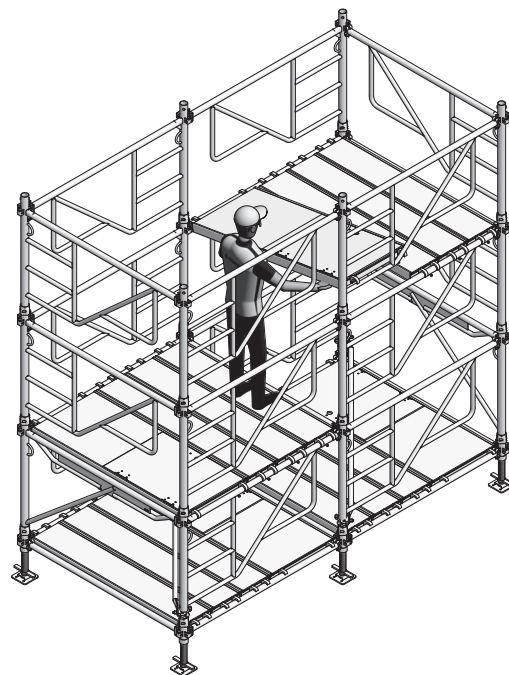

Fig. 18.2
17. Démontez les plateaux du niveau 1 sur une des tours et les poser au niveau 2 (Fig. 18.2).